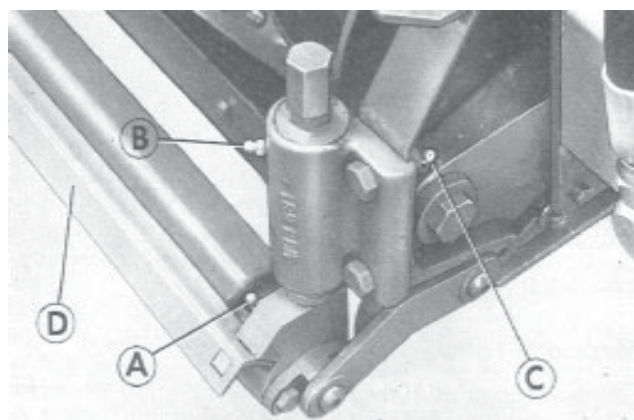

Fig. 3
1. Smør bagrullerne (A fig. 3) med Shell Darina R2-fedt eller tilsvarende fedt. Drej rollen konstant under smøringen.
(a) Klippecyklinders lejhusedretapper (C fig. 3)
(b) Højdejusteringsrør (B fig. 3).
1. Smörj bakre valsarna (A fig. 3) med Shell Darina R2 fett eller likvärdigt. Roterar valsen kontinuerligt under smörjningen.
- (a) Klippcylinderns lagerhuspivåer (C fig. 3)
- (b) Höjdjusteringens rör (B fig. 3).
Flydende hovede konfiguration (Fig. 3)
Anvisningar för flytande inställning (fig. 3)